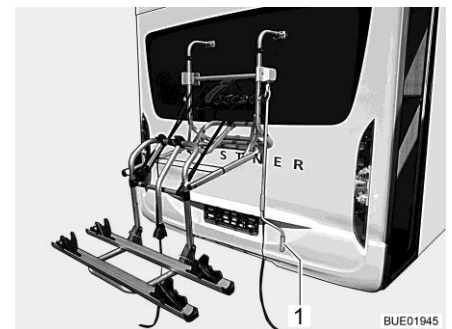

Bild 3 Cykelställ, nedsänkt
- Sätt handveven (Bild 3,1) mot cykelstället och sänk det till rätt höjd.